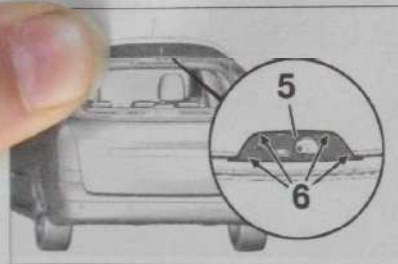

Fig. 141
- Ouvrir la lunette arrière, puis dégrafer le cache (5) en (6) (Fig.141).